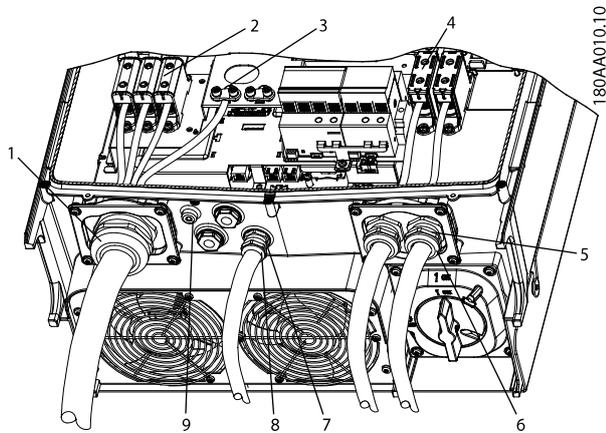

Abbildung 3.12 Überblick über Wechselrichter mit Drehmomentvorgaben
Wenn die Blindverschlüsse entfernt werden (siehe (7) in *Abbildung 3.12*), verwenden Sie Anschlüsse der folgenden Typen: 3, 3S, 4, 4X, 6, 6P.